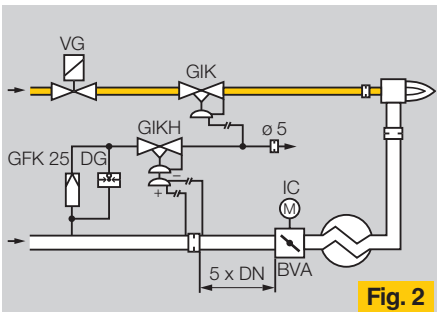

Fig. 2
2. Anwendungsfall (Fig. 2):
2nd application (Fig. 2):